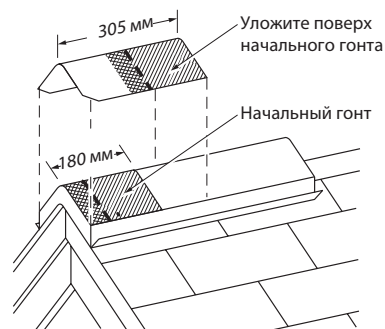

Рис. 13-17. Уложите целый покрывающий гонт на начальный кусок, вровень с его нижними и боковыми краями.
2. Уложите покрывающие гонты у нижнего конца ребра или с любого края конька. Уложите начальный кусок, у которого отрезан нижний край высотой 12,7 см (Рис. 13-17). Закрепите начальный кусок двумя гвоздями, вбив их на расстоянии около 7,6 см от края ската и 2,5 см от каждой боковой кромки. Убедитесь, что гвозди, которыми крепятся покрывающие гонты, входят в обрешётку или проходят сквозь неё не менее чем на 19 мм.
3. Уложите целый покрывающий гонт на начальный кусок (Рис. 13-17) и вбейте гвозди на расстоянии 14,3 см выше открытого нижнего края и 2,5 см от края с каждой стороны. Гвозди не должны быть видны на готовой кровле и должны вбиваться таким образом, чтобы шляпки не прорывали поверхность гонта.